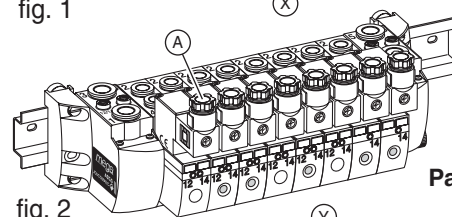

fig. 2
- **connecteurs IP65** (fig. 2) version classique à presse-étoupe pour câble Ø6mm maxi ou à sortie par câble, avec ou sans visualisation et protection électrique intégrées.